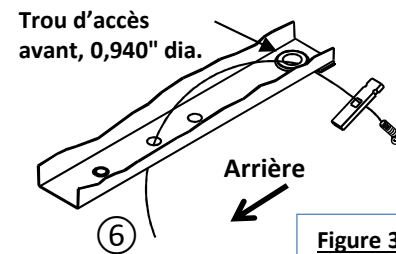

Figure 3
- Poser la visserie** – Acheminer l'extrémité spiralée du fil de tirage à travers le deuxième trou de fixation, puis la faire sortir par le trou d'accès le plus à l'avant dans le bas de cadre. Attacher le boulon de carrosserie 7/16 po et le bloc espaceur de ¼ po d'épaisseur (art. 2) avec le fil de tirage et tirer cette visserie en position, des deux côtés. Répéter la procédure pour la fixation du milieu, des deux côtés. S'assurer que les blocs espaceurs reposent à plat à l'intérieur du cadre, sans superposition. Voir la figure 3.
6. Poser la visserie – Acheminer l'extrémité spiralée du fil de tirage à travers le deuxième trou de fixation, puis la faire sortir par le trou d'accès le plus à l'avant dans le bas de cadre. Attacher le boulon de carrosserie 7/16 po et le bloc espaceur de ¼ po d'épaisseur (art. 2) avec le fil de tirage et tirer cette visserie en position, des deux côtés. Répéter la procédure pour la fixation du milieu, des deux côtés. S'assurer que les blocs espaceurs reposent à plat à l'intérieur du cadre, sans superposition. Voir la figure 3.